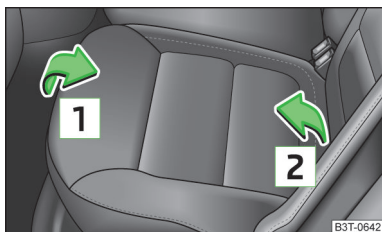

Fig. 63
- Lever l'assise du siège en la tirant dans le sens de la flèche [1] » fig. 63 et la rabattre vers l'avant dans le sens de la flèche [2].